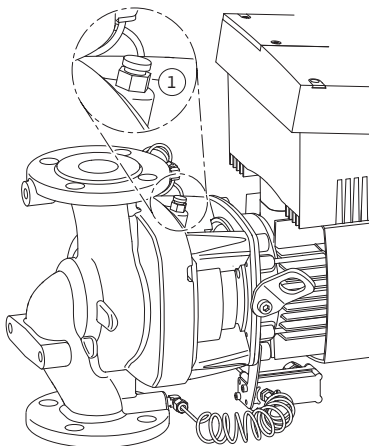

Fig. 48: Вентиляційний клапан
6. Спустити тиск з насоса, відкривши вентиляційний клапан (Fig. 48, п. 1).